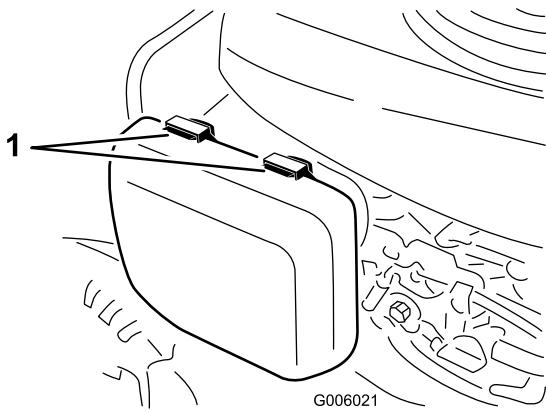

Figura 37
- Premete verso il basso le linguette di chiusura del coperchio del filtro dell'aria (Figura 37).